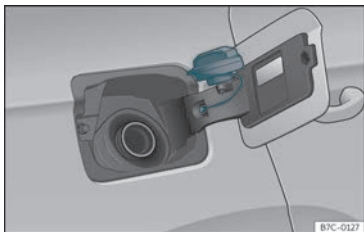

Fig. 210 Sportellino del serbatoio con all'interno il tappo.
- Collocarlo nello spazio della cerniera dello sportellino aperto »» **fig. 210.**